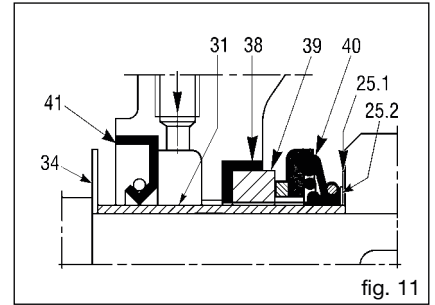

fig. 11
- En todos los modelos la distancia entre el extremo de los álabes de la rueda de álabes y el plano del plato de desgaste debe estar entre 0,3 - 0,6 mm (fig. 19). En el modelo 12" la distancia requerida entre rueda de álabes y los platos de desgaste anteriores y posteriores deben estar entre 0,6 - 1 mm (fig. 22). Para conseguir esto, las cotas A y B de la fig. 17, 18, 20, 21 tiene que ser lo más posible pares. Con tal objetivo se usan los anillos de compensación (25.2) (fig. 11) suministrados con la junta estanca de repuesto. Tales anillos sirven para desplazar hacia adelante la rueda de álabes en el caso que se encuentre demasiado lejos del plato de desgaste frontal o demasiado cerca del posterior (cuando previsto). Los anillos de compensación deben ser montados entre el anillo de sostén de la junta estanca (25.1) (fig.11) y la rueda de álabes. Ulteriores reparaciones pueden ser hechas con las guarniciones del cuerpo y del plato posterior. La interposición de la guarnición (43) (fig. 10) de espesor 0,5 mm determina la distancia requerida (fig. 19).